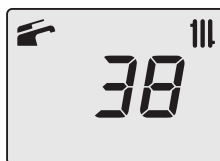

Рисунок 2.1
• Краны котла, а также краны, предусмотренные при установке, должны быть открыты (Рисунок 2.1).